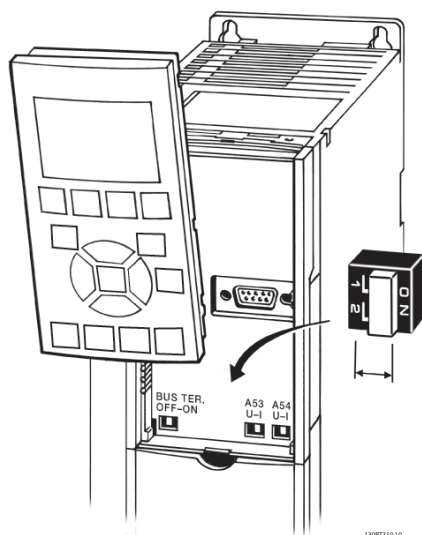

Рисунок 2.26 Расположение переключателей клемм 53 и 54
- Доступ к переключателям можно получить, сняв LCP (см. Рисунок 2.26).